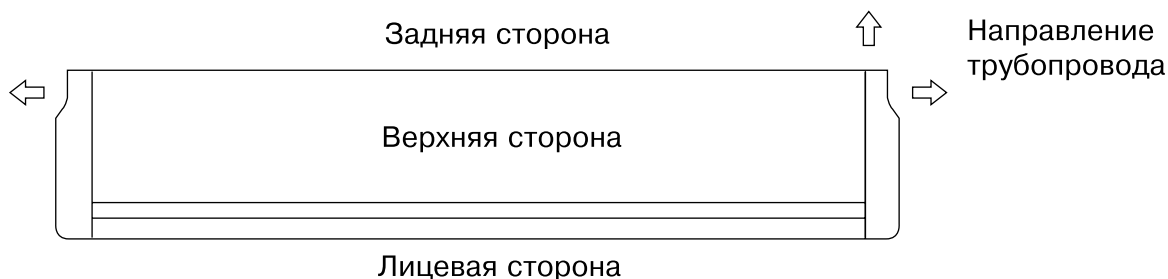

Рис. 2
- Трубопровод можно выводить слева, справа или сзади. (См. рис. 2)